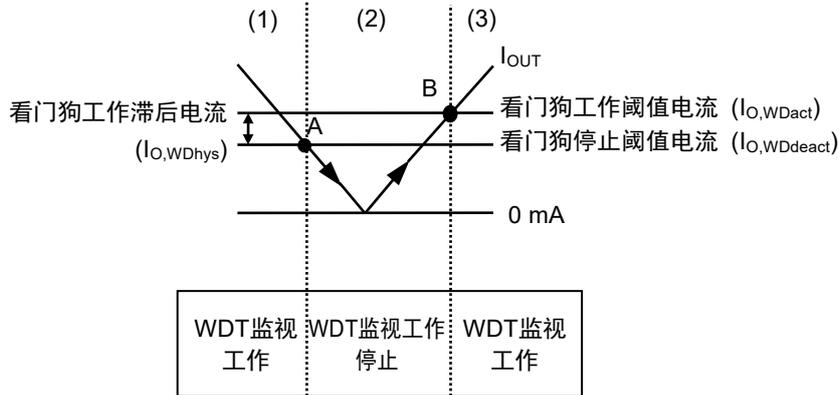

图39 自律看门狗工作功能
- (1) 稳压器的 I_{OUT} 大于或等于看门狗工作阈值电流 ($I_{O,WDact}$)，并且WADJ端子电压 (V_{WADJ}) 高于基准电压 (V_{ref}) 时，比较器 (C1) 的输出变为 "H"。此时，看门狗定时器进行监视工作。
- (2) 当 I_{OUT} 降低到小于或等于看门狗停止阈值电流 ($I_{O,WDdeact}$) (图39的A点) 时， V_{WADJ} 也降低到小于或等于 V_{ref} ，C1的输出变为 "L"。此时，看门狗定时器停止监视工作。即使 I_{OUT} 上升，在未达到 $I_{O,WDact}$ 时，看门狗定时器保持停止监视工作的状态。
- (3) I_{OUT} 再继续上升，达到大于或等于 $I_{O,WDact}$ (图39的B点) 时， V_{WADJ} 也上升到大于或等于 V_{ref} ，C1的输出变为 "H"，看门狗定时器开始监视工作。